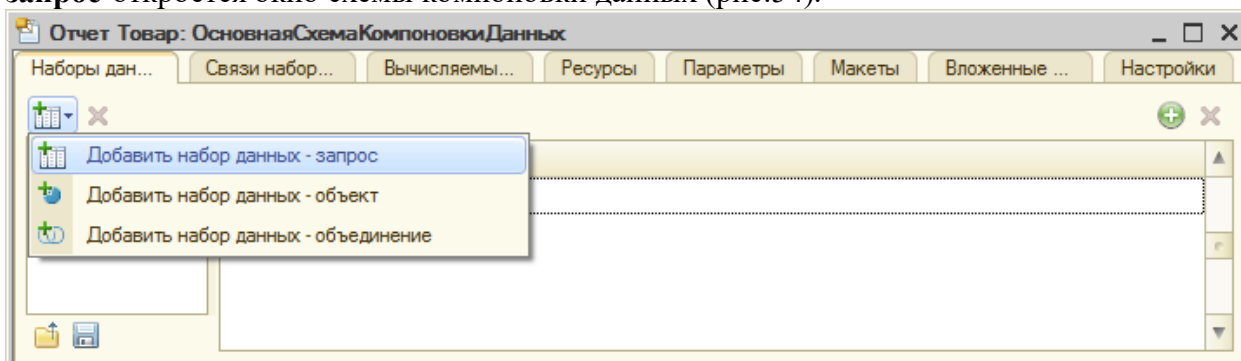
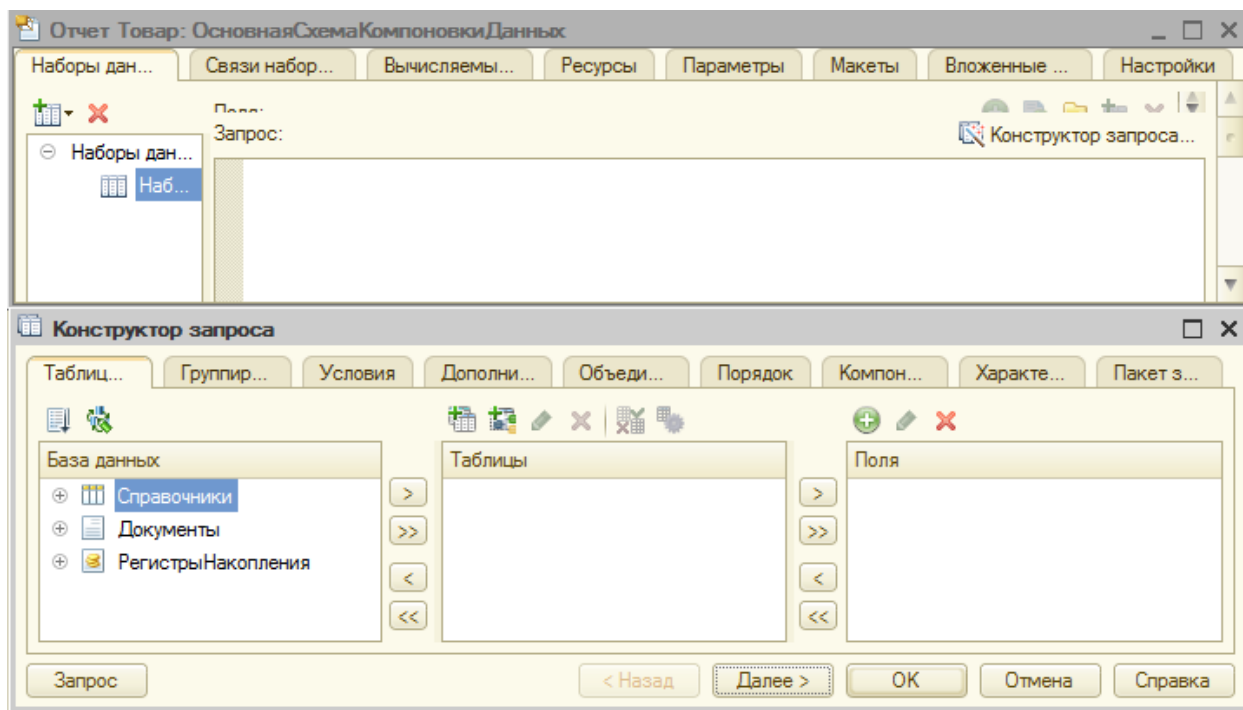

Рис. 53
Рис. 54
- воспользуемся самыми простыми возможностями конструктора и определим те данные, которые необходимо представить в отчете. В закладке *Наборы данных* конструктора схемы компоновки (рис. 53) выберите **Добавить новый набор данных - запрос** - откроется окно схемы компоновки данных (рис.54).
- для того чтобы создать текст запроса, включите конструктор запроса, щелкнув на кнопке **Конструктор запроса** (рис.54).